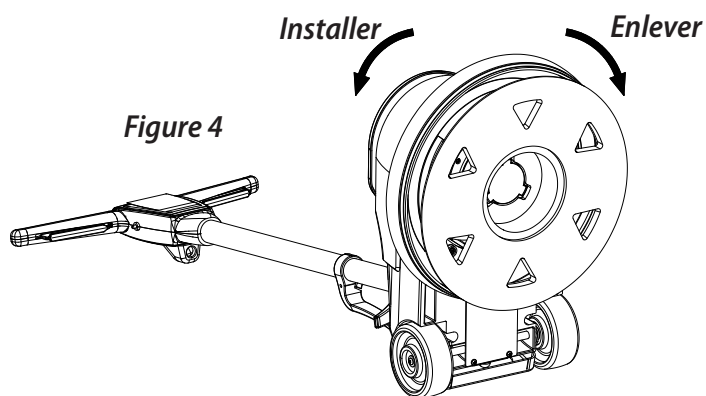

Figure 4
7. Pour déposer la brosse (ou l'accessoire choisi), la débloquent en la faisant pivoter dans le sens antihorlogique, puis la retirer (voir Figure 4).